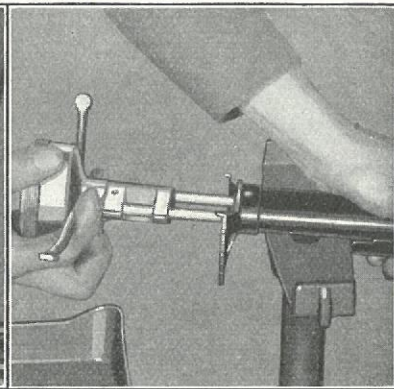

Fig. 391
- 755 Træk Transmissionshuset med Benzin og Tændingsreguleringsarme ud af Ratstammen (Fig. 391).
- 760 Undersøg om der findes Revner ved Stifthullerne i Benzin- og Tændingsreguleringsstængerne; hvis de er gode, indsæt dem da i Transmissionshusets Kramper og tryk disse haardt sammen. Indsæt derefter Transmissionshus og Reguleringsstænger i Ratstammen, som vist i Fig. 391. (Hvis der paasættes et nyt Transmissionshus, er det nødvendigt at bore Huller til de to Befæstigelsesstifter).